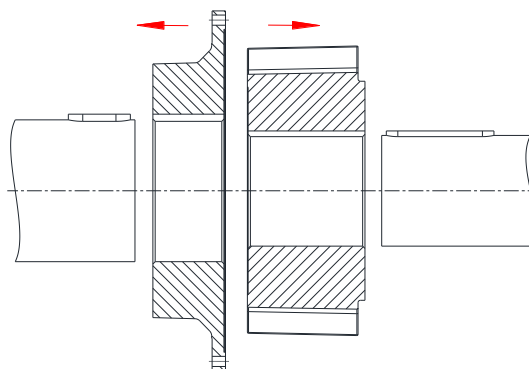

Fig. 6
- Montez le moyeu à bride (composant 1) ainsi que le moyeu (composant 2) sur les arbres moteurs et récepteurs (voir Figure 6).